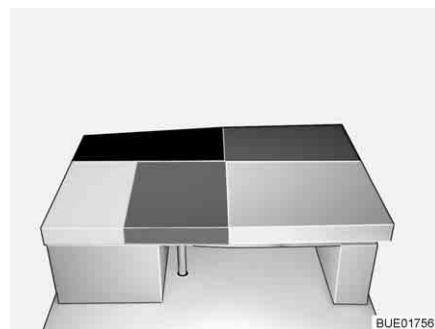

Fig. 133 Dopo la trasformazione
- Collocare il cuscino dello schienale del sedile sul tavolo (davanti al cuscino dei sedili, vedi Fig. 133).
- Collocare il cuscino dello schienale del divano laterale tra il cuscino del divano laterale e la parete (vedi Fig. 133).